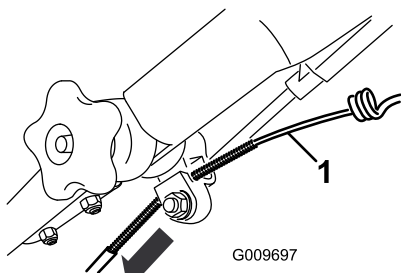

Figure 43
3. Tirez la gaine du câble vers le bas jusqu'à ce qu'il n'y ait plus de mou dans le câble exposé (Figure 43).